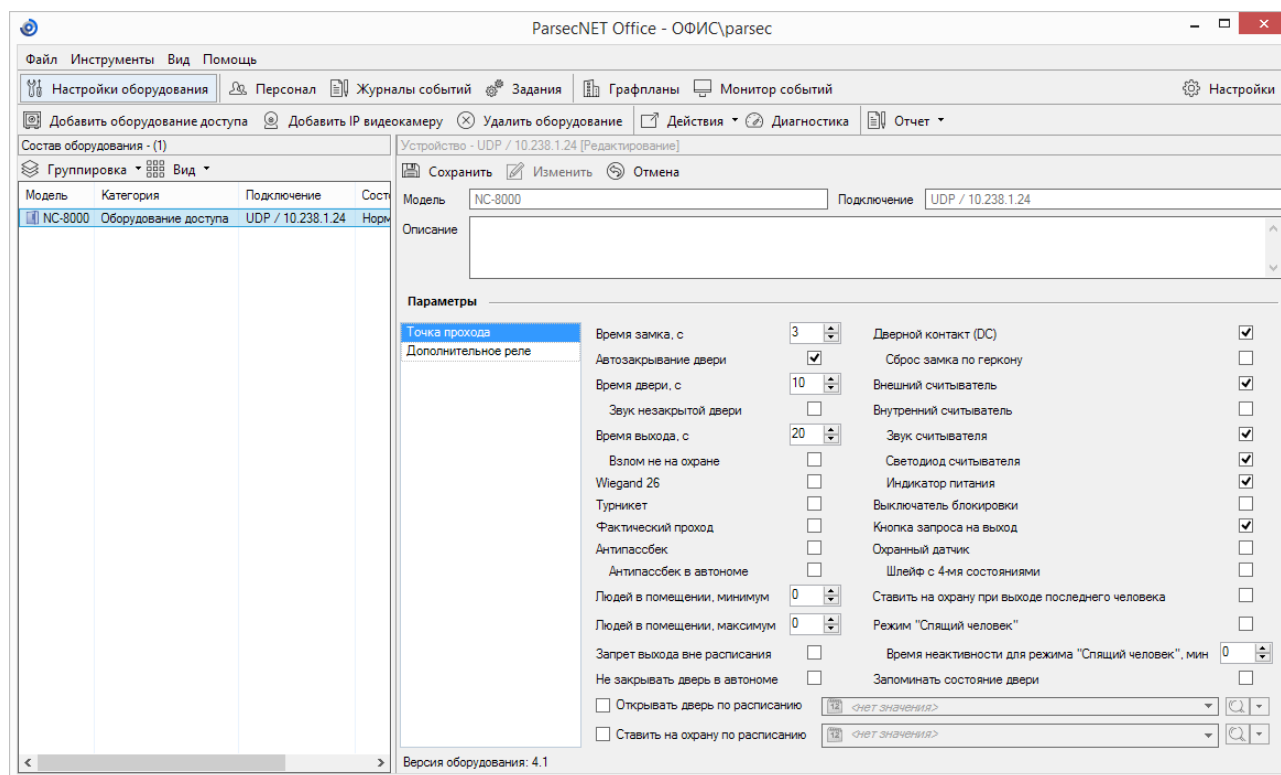

Рисунок 22. Настройка контроллера в ParsecNET Office
- подключение по Ethernet. Контроллер отображается на канале UDP (рисунок 22).